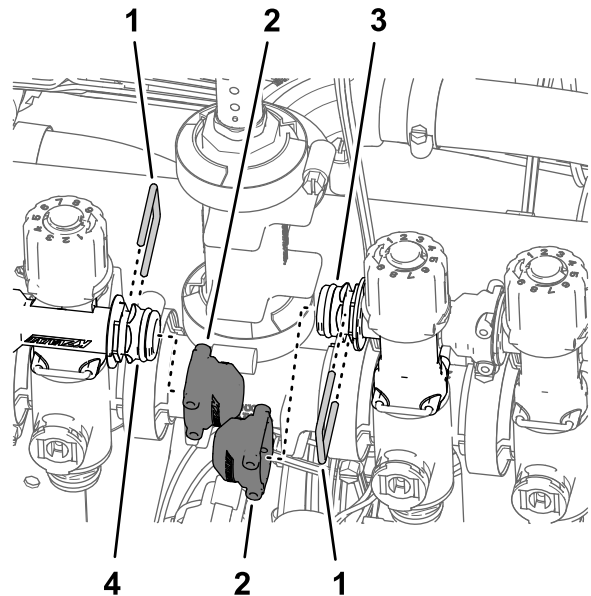

Figura 104
9. Monte as tampas nas uniões de desligação rápida da válvula do bico 5 e válvula do bico 6 com os retentores fornecidos com as tampas (Figura 104).